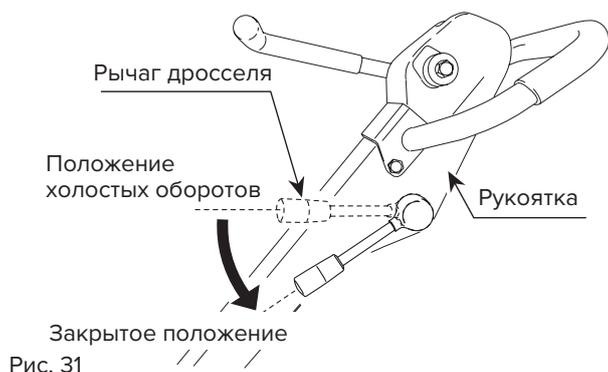

Рис. 31
2. Для остановки двигателя закройте дроссельную у. Когда двигатель гложнет, срабатывает зуммер (рис. 31).